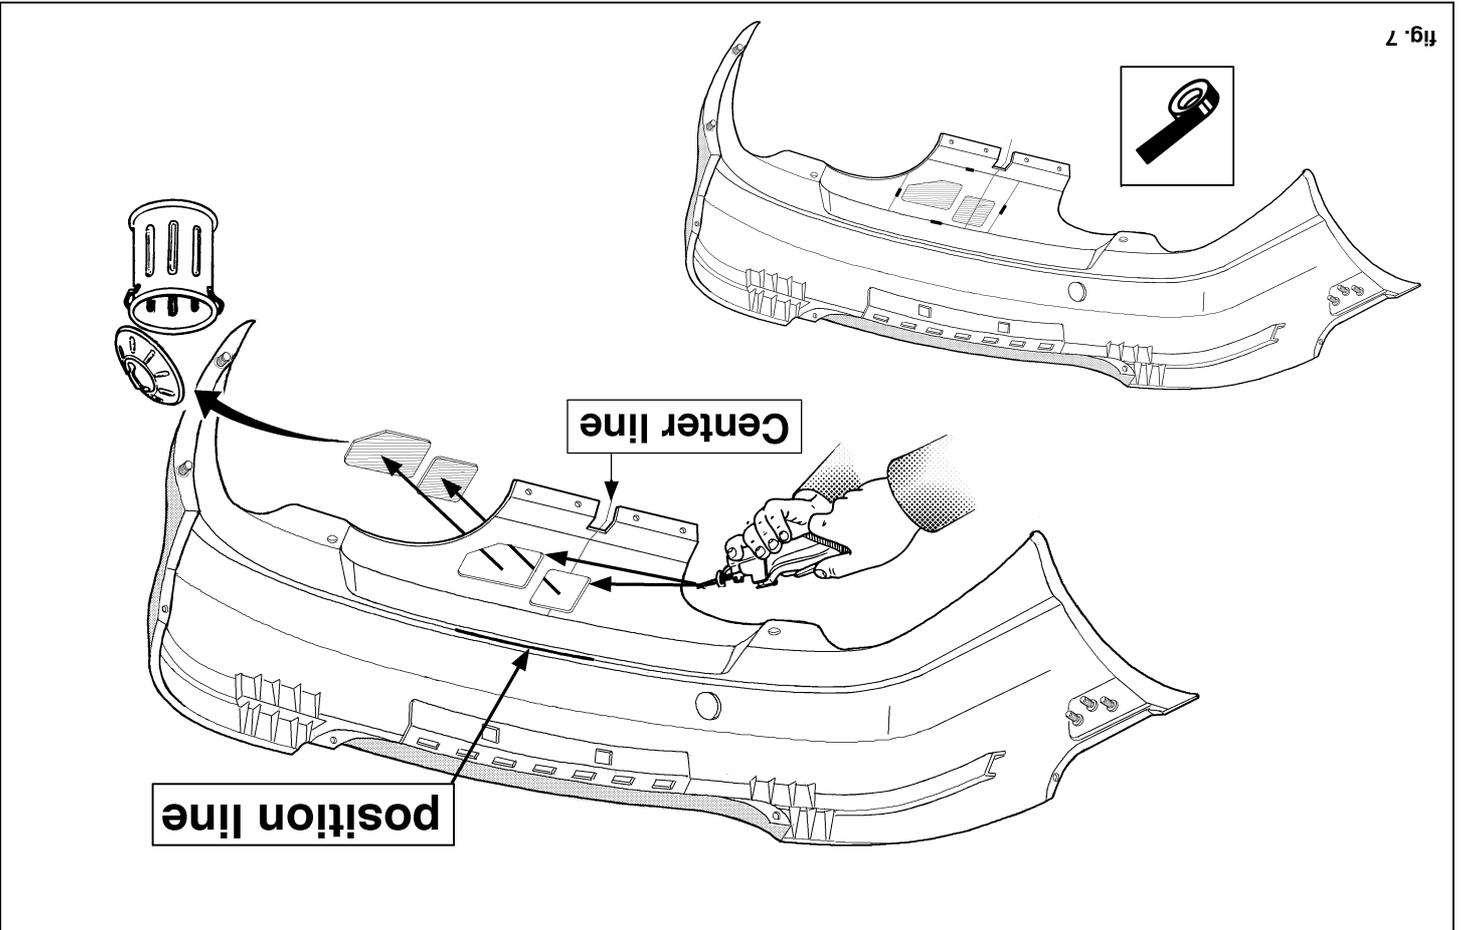

fig. 7
3. Draai alle bouten en moeren overeenkomstig de tabel vast. Draai eerst de onderste moeren t.p.v. de achterwand met het voorgeschreven moment aan. Draai vervolgens de bovenste moeren t.p.v. de achterwand met het voorgeschreven moment aan. Draai vervolgens de overige bouten met moment aan. Breng de sjabloon overeenkomstig fig.7 aan. (opgelet: afwijkende sjabloon voor de RS-bumper gebruiken!) Let er op dat middellijn en positielijn overeenstemmen. Zaag de gemarkeerde gaten uit. Indien nodig de deflector overeenkomstig fig.8 uitzagen.
3. Tighten all nuts and bolts to the torque indicated in the table. Start by tightening the lowest nuts on the back panel to the indicated torque. Next, tighten the uppermost nuts on the back panel to the indicated torque. Then tighten the remaining bolts. Apply the template as shown in fig. 7. (Note: for the RS bumper, use the alternative template!) Make sure that the midline and the position line are lined up. Saw out the marked holes. If needed, saw out the deflector as indicated in fig. 8.
3. Alle Schrauben und Muttern gemäß der Angaben in der Tabelle anziehen. Zuerst die untersten und anschließend die obersten Muttern an der Rückwand mit dem jeweilig vorgeschriebenen Drehmoment anziehen. Danach die übrigen Schrauben mit dem entsprechenden Drehmoment anziehen. Die Schablone gemäß Abb. 7 anbringen (Achtung: abweichende Schablone für RS-Stoßstange benutzen!). Achten Sie darauf, dass die Mittellinie und Positionslinie übereinstimmen. Die markierten Teile heraus schneiden. Falls notwendig den Deflektor gemäß Abb. 8 ausschneiden.
- Serrer tous les boulons et écrous conformément au tableau. Serrer d'abord les écrous du bas à l'endroit de la paroi arrière en respectant le couple de serrage prescrit. Serrer ensuite les écrous du haut à l'endroit de la paroi arrière selon le couple de serrage prescrit. Puis serrer les autres boulons avec le couple de serrage indiqué. Monter le gabarit conformément à la figure 7. (Attention : le gabarit est différent pour le montage du pare-chocs RS (j). Veillez à ce que la ligne médiane corresponde à la ligne de position. Découper les trous marqués. Si nécessaire, découper le déflecteur conformément à la figure 8.
3. Momentdrag alla skruvar och muttrar enligt tabellen. Drag först åt de understa muttrarna vid bakväggen till det föreskrivna momentet. Drag sedan åt de översta muttrarna vid bakväggen till det föreskrivna momentet. Momentdrag sedan de övriga skruvarna. Anbringa schablonen enligt fig.7.(obs: Använd den avvikande schablonen för den rostfria kofångaren!) Se till att mittlinjen och positionslinjen korresponderar. Såga ut de markerade hålen. Såga vid behov ut deflektorn enligt fig.8.